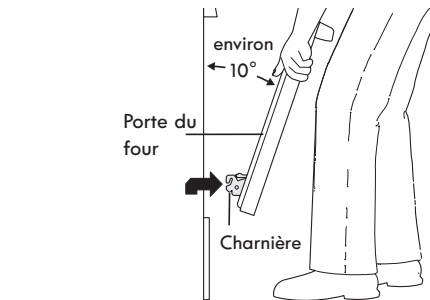
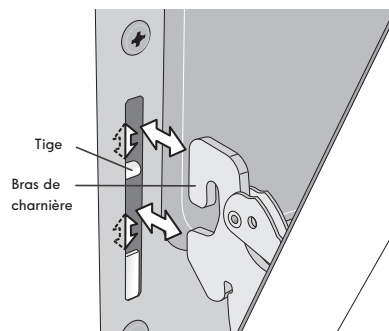

Figure 39 : Maintien de la porte pour le retrait
Figure 40 : Remise en place et emplacement des bras de charnière et des tiges
3. Tenez fermement les deux côtés de la porte. N'utilisez pas la poignée de la porte du four (Voir Figure 39).
5. Soulevez les bras des charnières de la porte au-dessus des tiges situées de chaque côté du cadre du four (Voir Figure 39).
1. Tenez fermement les deux côtés de la porte. N'utilisez pas la poignée de la porte du four (Voir Figure 39).
2. En tenant la porte dans le même angle que pour la retirer, posez les crochets des bras des charnières sur les tiges situées de chaque côté du cadre de la porte (voir Figure 39 et Figure 40). Les crochets des bras de charnière doivent être bien assis sur les tiges.